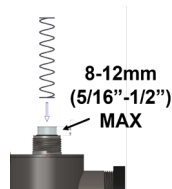

Figure 4.
Étape 3: Insérer le manchon en quartz. **AVERTISSEMENT : ne pas trop pousser le manchon en verre.** Retirer l'écrou libre et la capuchon d'essai de pression. Retirer doucement le manchon en quartz de l'emballage. Il est recommandé d'utiliser des gants en coton pour cette procédure car l'huile provenant des mains peut laisser un résidu sur le manchon et la lampe, ce qui peut éventuellement bloquer la lampe UV. **Doucement glisser le manchon dans la chambre jusqu'à ce que vous le sentiez reposer à l'intérieur du centre du porte panier interne en métal, au bas de l'unité.** **Attention : Plus de 12 mm de verre visible peut causer un bris de tube et annuler la garantie.** (Voir figure 4). Il ne devrait se trouver qu'entre 8 à 12 mm (5/16"-1/2") de verre exposé.